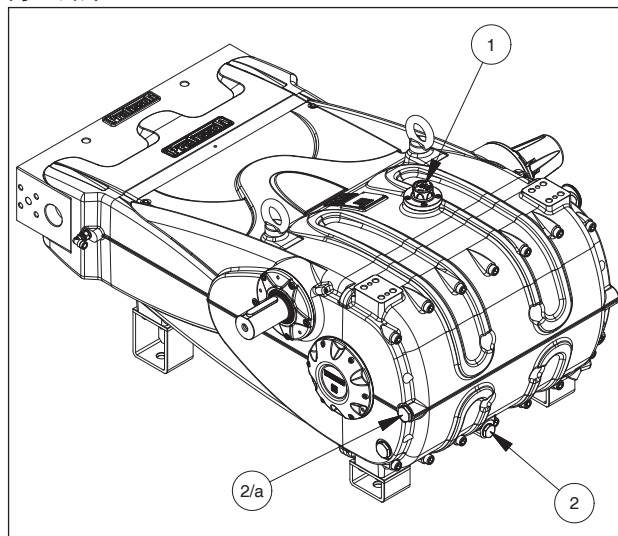

图 4
利用油位杆①检查油位状况，图 4。
如有需要应从油盖②处进行添加图 4。
油位的正确检查应在泵浦处于室温下进行，换油必须在泵浦处于工作温度下进行，方法是拆除加油盖（②，图 4）后进行。（使用用于垂直型的塞子2/a。）